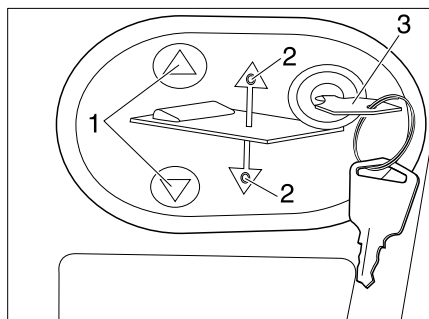

Bild 160 Bedienpanel für elektrisches Hubbett
- Schlüssel (Bild 160,3) in das Bedienpanel stecken.
- Auf Taste (Bild 160,1) drücken und gedrückt halten. Die jeweilige LED (Bild 160,2) leuchtet und das Hubbett senkt sich bis zur Mittelstellung und bleibt dann stehen.
- Auf Taste  (Bild 160,1) drücken und gedrückt halten. Die jeweilige LED (Bild 160,2) leuchtet und das Hubbett senkt sich ganz nach unten.